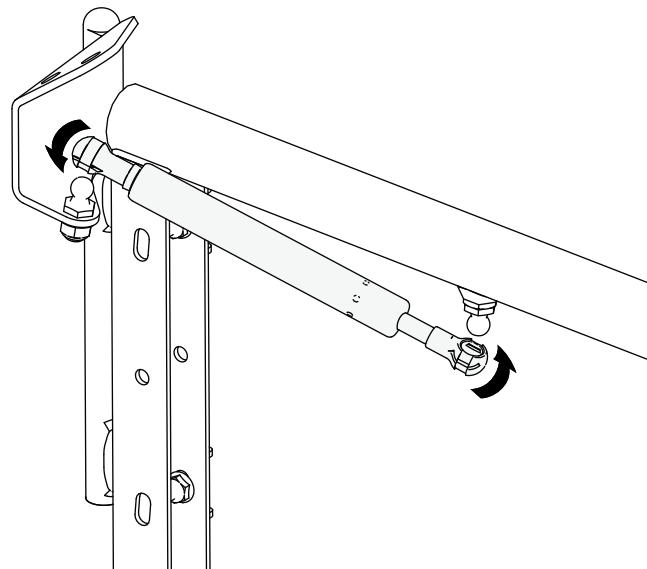

Figura 12
8. Instale uma mola a gás nas cavilhas, como mostrado na Figura 12, com a extremidade fixa encaixada na dobradiça superior.